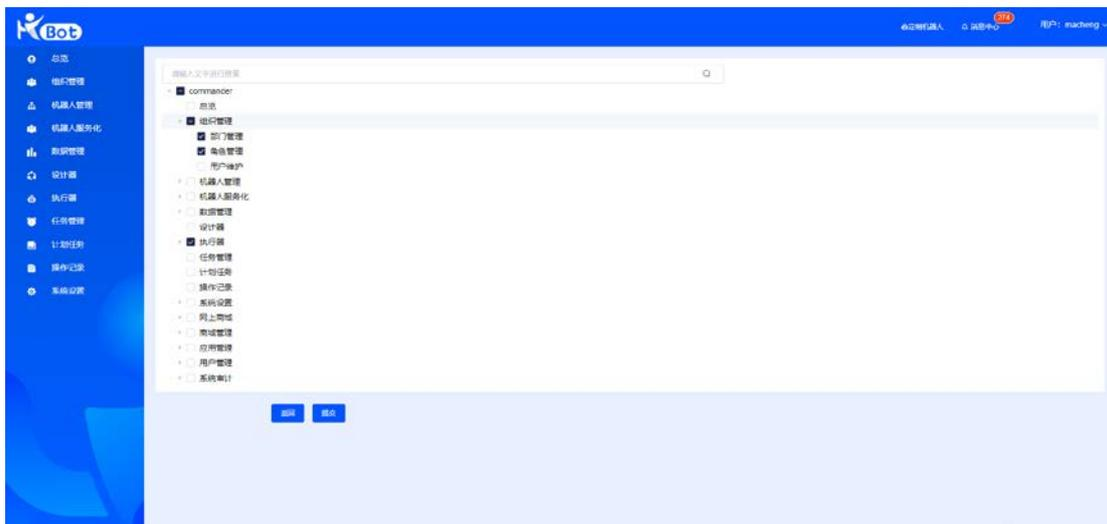

图 20
- 权限设置：通过自定义勾选、全选等方式，为当前角色配置操作权限，如图 20。